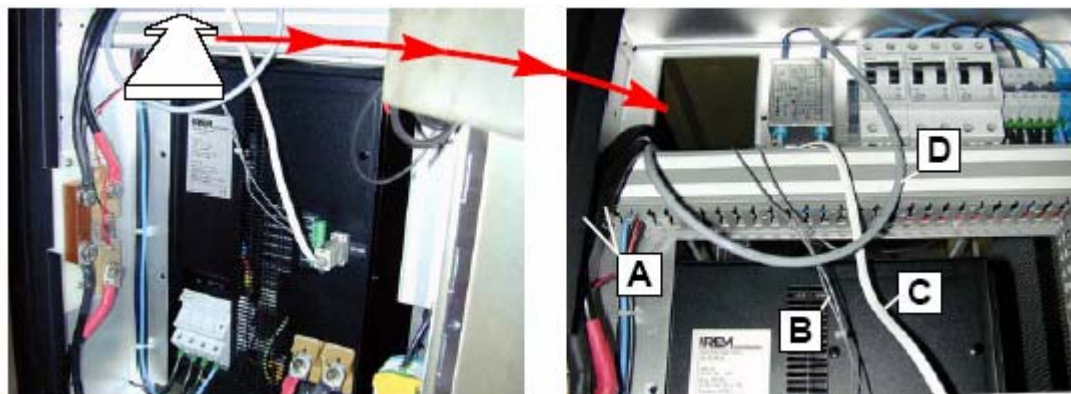

图 8-3 数字放映机底座内部的线缆走线
3. 将数字放映机底座里面的线缆穿过IREM电源上方的孔（图8-3）